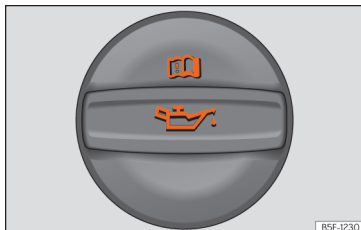

Fig. 234 Capacul bușonului orificiului de umplere cu ulei din compartimentul motor.
- Identificați bușonul orificiului de umplere cu ulei de motor. Acesta poate fi recunoscut după simbolul de pe capac >>> **fig. 234**.
- Deșurbați bușonul de la gura orificiului de umplere cu ulei >>> **fig. 234**.